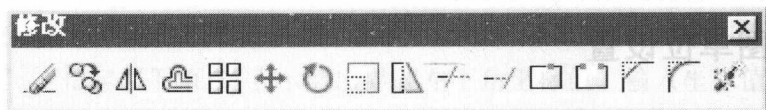

图 1-11 “修改”工具栏
(3)“修改”工具栏如图 1-11 所示,用于修改已存在的实体,可对实体进行移位、复制、旋转、删除、修剪、拉伸等操作。这个工具栏中的所有命令都可以在“修改”菜单中找到。